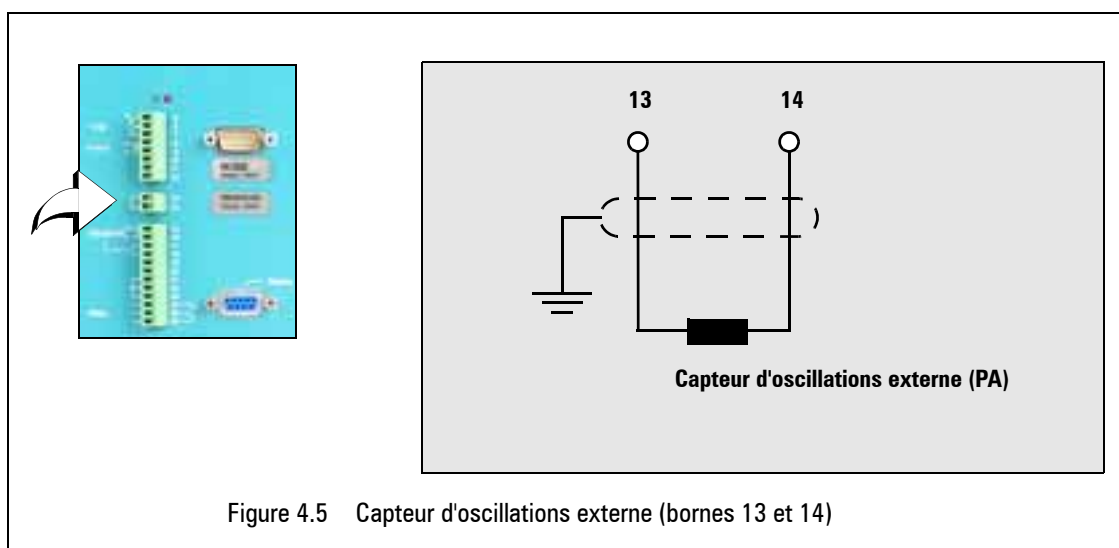

Figure 4.5 Capteur d'oscillations externe (bornes 13 et 14)
- ☞ Raccordez les deux conducteurs du capteur d'oscillations sur les bornes 13 et 14 (Figure 4.5).